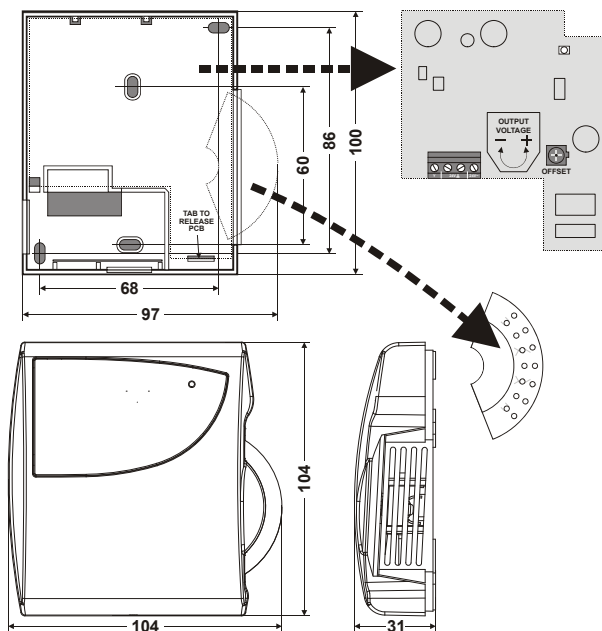

Рис. 3. Размеры и монтажные отверстия (мм)
Масса / Размеры	прибл. 125 г, см. Рис. 3
2. Установите датчик в настенную коробку или просверлите отверстия, как указано на Рис. 3 и установите модуль с помощью винтов.
- b) Вставьте провод в требуемый разъем (см. Рис. 3) и зафиксируйте винтом для полного соединения.